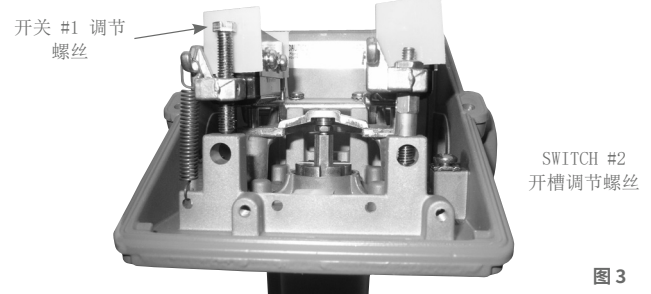

图 3
- 1 开关 #2 应先设置为最高设定点。使用平头螺丝刀顺时针转动开槽调节螺丝(见图 3)可调高开关 #2 的设定点, 逆时针可调低设定点。
- 2 将开关 #1 的设定点调节到等于或低于开关 #2 的设定点, 顺时针转动开关 #1 调节螺丝(见图 3)可调高设定点, 逆时针可调低设定点。开关 #1 和 #2 之间的最大开关差距见表 1。两个开关现在均已设置完成。